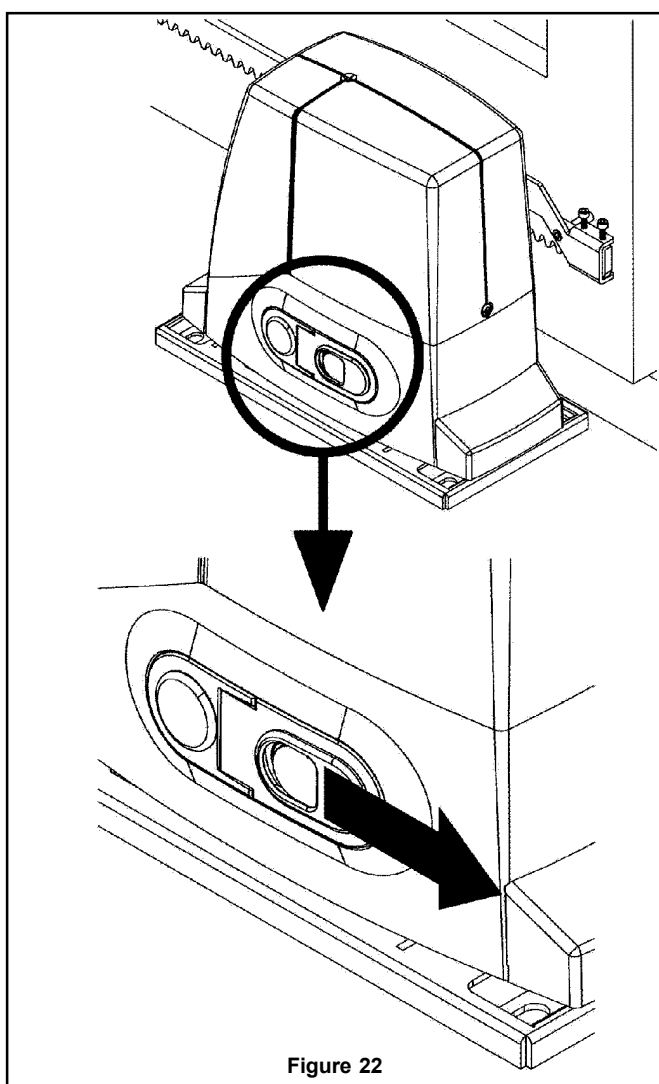

Figure 22
- a) Faire glisser latéralement le couvercle de protection de la serrure (fig. 22).